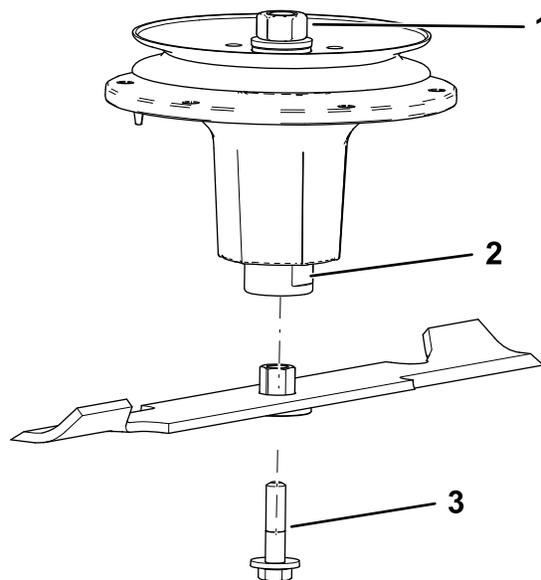

Figura 94
- Instale el conjunto de buje/cuchilla en el eje (Figura 94).